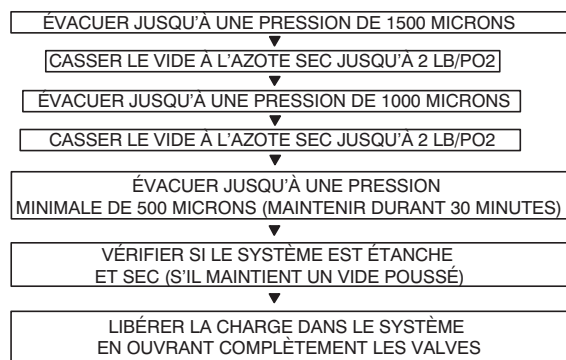

Figure 29 – Méthode d'évacuation triple
Consultez la figure 29 et procédez comme suit:
5. Répétez cette procédure comme indiqué à la figure 29. Le système sera ensuite exempt de contaminants et de vapeur d'eau.